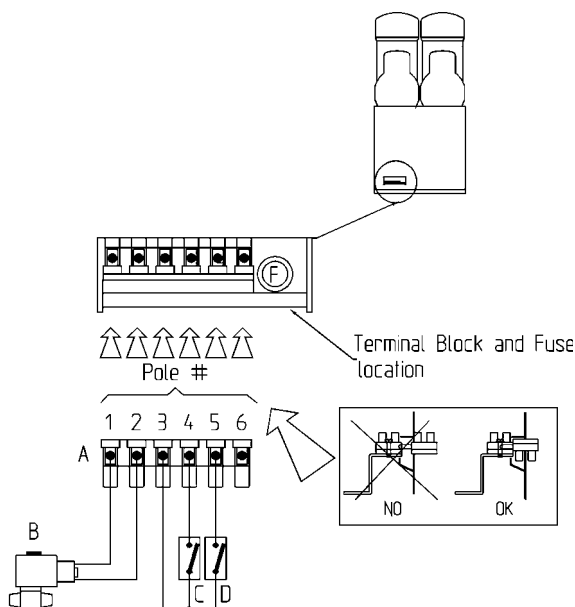

figura 1
- 2 - En la parte baja del panel posterior esta situada una MORSETTIERA de 6 polos. Esta permite la conexión eléctrica de algunos accesorios como por ejemplo una electroválvula de seguridad para el agua de entrada o una serie de sensores de fin del producto (ver figura 1)
No usar los polos #1 y #2 si no viene utilizada alguna electroválvula de seguridad para el agua. Si en el sistema de alimentación están instalados los sensores de fin de producto conectar cada uno de sus terminales a los polos #3 y #4 de la MORSETTIERA, para los distribuidores con un contenedor, a los polos #3, #4 y #5, para aquellos con dos contenedores y a los polos #3, #4, #5 y #6 para aquellos con 3 contenedores (ver figura 1).
Una señal visual situada en la tapa posterior (alarma visual), y un avisador automatico colocado en el interior de la tapa posterior (alarma acustica) advirten que el producto se ha acabado. Estos dispositivos funcionan solo si un sensor de fin de producto ha sido instalado y conectado a la MORSETTIERA (vedere figura 1).